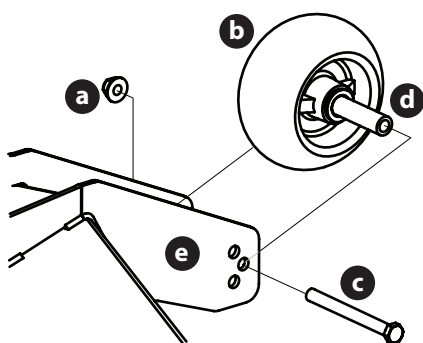

Fig. 32
- Retire la tuerca de seguridad (a) que fija una de las ruedas de calibración delanteras (b) a la plataforma. Retire la rueda de calibración delantera (b), el tornillo hexagonal (c) y el separador (d) (Fig. 32).
- Inserte el tornillo hexagonal (c) en uno de los tres orificios de posicionamiento del soporte (e) de la rueda de calibración delantera que le dará a la rueda de calibración delantera (b), una separación de 1/4-1/2" (6.4 a 12.7 mm) del suelo (Fig. 32).
- Observe el orificio de posicionamiento de la rueda de calibración delantera (b) que acaba de ajustar y ajuste la otra rueda de calibración delantera (b) en el orificio de posicionamiento respectivo del soporte de la otra rueda de calibración delantera (e) (Fig. 32).